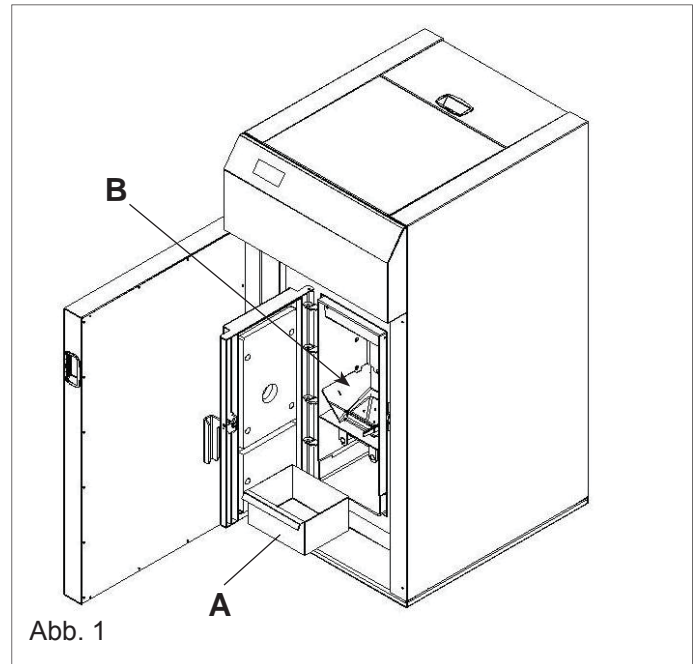

Abb. 1
- die Vordertür öffnen und den Aschekasten herausziehen (**A** - Abb. 1);
- falls notwendig die Rutschen zum Tiegel herausziehen (**B** - Abb. 1);
Aschenkasten und Tiegel (Abb.1)	•